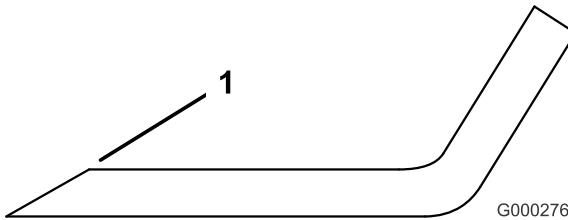

Figure 91
- Au moyen d'une lime, affûtez les tranchants aux deux extrémités de la lame (Figure 91). Veillez à conserver l'angle de coupe d'origine. Limez la même quantité de métal sur chacun des deux tranchants pour ne pas déséquilibrer la lame.